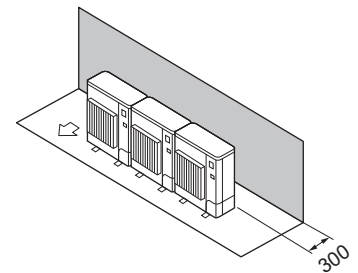

Fig. 2-13
(1) Hindringer kun bak (Fig. 2-13)